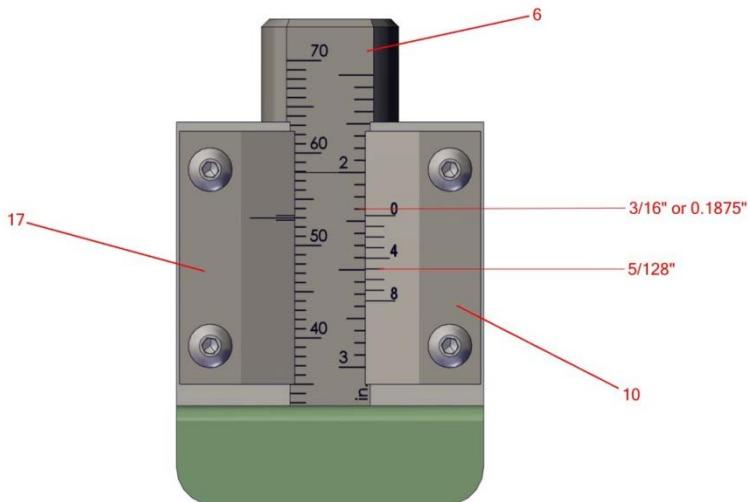

Figure 2 : Vernier AFS
9. Après trois coups, vérifiez que l'éprouvette compactée présente une hauteur dans les limites de tolérance standard, soit 50 mm \pm 0,5 mm (métrique) ou 2" \pm $^{1/64}$ " (AFS). Pour ce faire, utilisez le vernier gauche métrique ou AFS (Figure 2 ou 3, N°17). Si la ligne 50 mm (métrique) ou 2" (AFS) sur la tige (Figure 2 ou 3, N°6), à environ 58 sur l'échelle de compactibilité, se trouve entre les lignes supérieure et inférieure du vernier gauche métrique (50 mm) ou AFS (2") (Figure 2 ou 3, N°17), l'échantillon est conforme aux spécifications.
2. À l'aide du vernier de poids droite (Figure 2 ou 3, N°10), déterminez le nombre de divisions entre la marque 50 mm sur l'échelle métrique (ou 2" sur l'échelle AFS) de la tige (Figure 2 ou 3, N°6) et la marque « 0 » sur le vernier de poids droite. Notez cette valeur. Elle peut être négative.